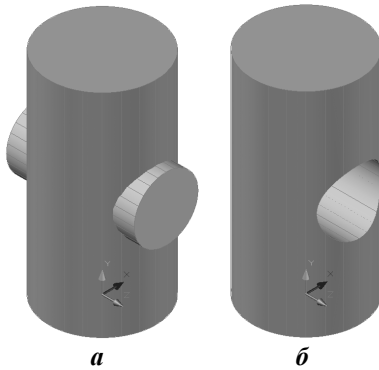

Рис. 6.26
5. Для кращого наочного сприйняття отримане об'ємне зображення перетворюємо за допомогою пункту меню **View ► Visual Styles ► Realistic** (Вид ► Стили визуализации ► Реалистичный) і змінюємо кольори зовнішньої та внутрішньої поверхонь. Отримаємо результат, показаний на рис. 6.26,а.
По завершенні роботи команди буде отримано результат, показаний на рис. 6.26,б, на якому чітко видна просторова лінія перетину двох циліндрів.
Примітка. Якщо при виконанні рис. 6.26 у п. 6 замість команди SUBTRACT (Вычитание) застосувати команду UNION (Объединение), то буде отримано твердотільний об'єкт, що відповідає об'єкту, показаному на рис. 6.26,а. Це буде один цілий об'єкт, до якого не можна буде застосувати команду SUBTRACT (Вычитание) з тієї причини, що не буде як мінімум двох об'єктів, необхідних для виконання цієї команди. Якщо команда UNION (Объединение) була використана помилково, то для віднімання об'єктів її треба скасувати скориставшись командою UNDO.
Застосування в п. 6 попереднього прикладу команди SUBTRACT (Вычитание) приводить до результату, показаного на рис. 6.26,б. У вертикальному циліндрі утворився циліндричний отвір.